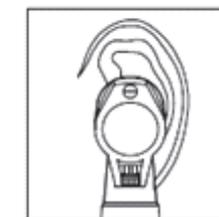

fig.3
4.5. Coloque o otoscópio no canal do ouvido do paciente (Fig. 3) e examine através da lente, que possui aumento de três vezes.